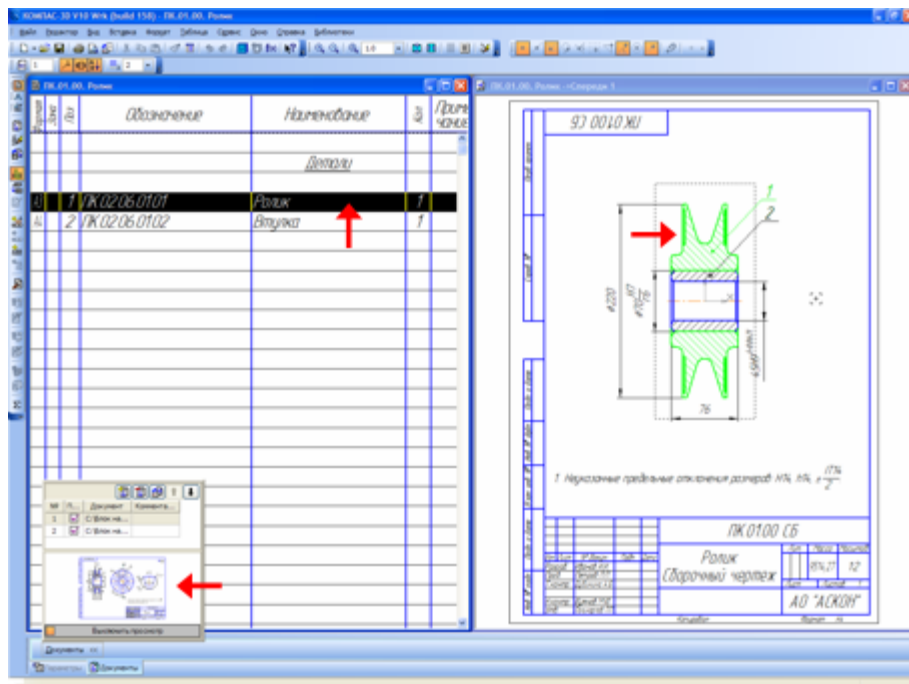

Рисунок 16.
- Нажмите кнопку Показать состав объекта на панели Спецификация  (рис.16).